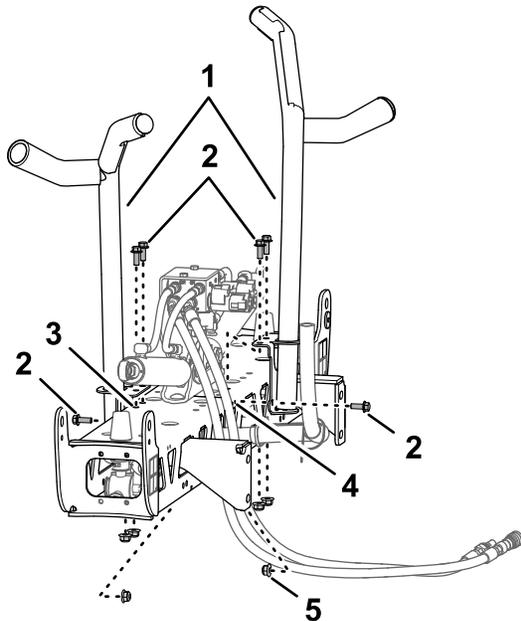
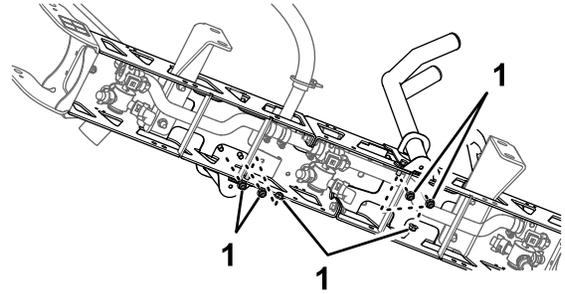

Bild 35
Bild 36
2. Fluchten Sie die Transportgabeln des mittleren Auslegerabschnitts aus (Bild 35).
3. Befestigen Sie die Gabeln mit sechs Schrauben ($\frac{3}{8}$ " x 1") und sechs Sicherungsbundmutter ($\frac{3}{8}$ " am Auslegerabschnitt (Bild 35 und Bild 36).